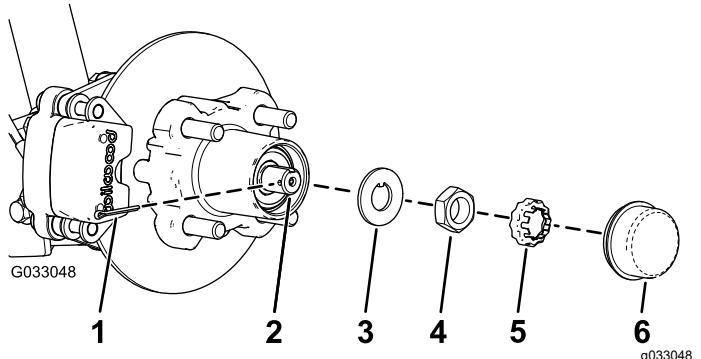
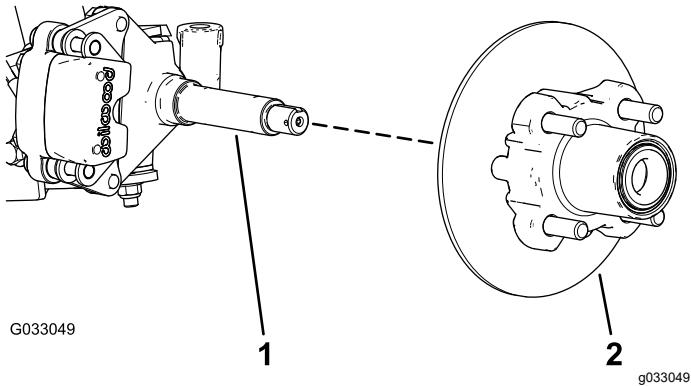

Bild 27
Bild 28
4. Nehmen Sie den Staubdeckel von der Radnabe ab (Bild 27).
5. Nehmen Sie den Splint und die Mutterbefestigung von der Spindel und der Spindelmutter ab (Bild 27).
6. Nehmen Sie die Spindelmutter von der Spindel ab und trennen die Radnabe und den Drehzylinder von der Spindel ab (Bild 27 und Bild 28).